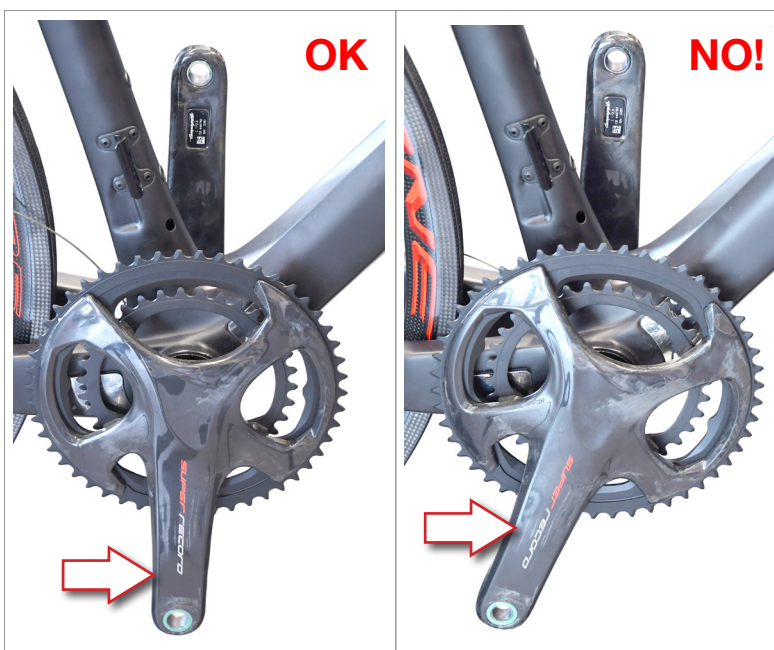

Fig.6
- Assurez-vous que les manivelles sont correctement alignées (Fig. 6).